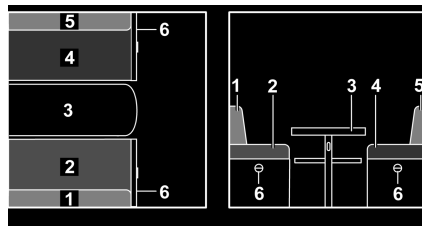

Fig. 105 Antes de la transformación
- Ampliar la mesa (Fig. 105,3) y transformarla en base de cama (véase apartado 7.7).
- Quitar el cojín del respaldo (Fig. 105,1) y ponerlo a un lado.
- Tirar del asidero y abrir la trampilla (Fig. 105,6).